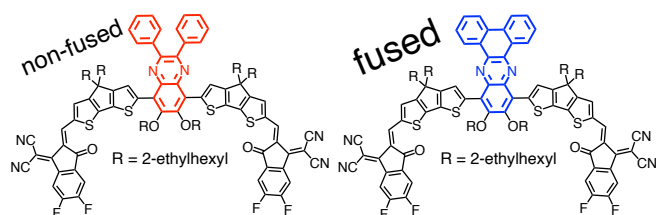
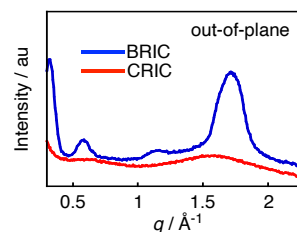

図 1 CRIC (左) と BRIC (右) の構造
図 2 BRIC、CRIC の GIWAXS
電子不足コアユニット (A') としてキノキサリン (Qx) 骨格を用い、電子豊富ユニット (D) にジチエノシクロペンタジエン、末端電子不足ユニット (A) にジフルオロ化された 1,1-ジシアノメチレン-3-インダノンを含む新規 A-D-A'-D-A 型非縮環非フラレーンアクセプター CRIC および BRIC (図 1) を設計し、合成した。CRIC では、Qx の 2 位および 3 位がフェニル置換されており、BRIC ではその 2 つのフェニル基が縮環した構造を有する。CRIC および BRIC の薄膜は、ともに可視から近赤外領域に幅広い吸収帯を有し、近赤外領域に強い発光を示した。薄膜での吸収と発光スペクトルの交点から見積もられる光学バンドギャップは、CRIC が 1.50 eV、BRIC が 1.48 eV であり、コアユニットの縮環の有無による大きな違いはないことがわかった。また、CRIC 薄膜の微小角入射広角 X 線散乱 (GIWAXS) 測定を行ったところ、面外方向における face-on 配向に由来する (010) 面のブロードなピークが 1.56 Å^{-1} (面間隔 4.03 Å) に観察された。一方で BRIC 薄膜はよりシャープなピークを 1.72 Å^{-1} (面間隔 3.65 Å) に示した (図 2)。BRIC コアユニットの高い平面性により分子間相互作用が強くなったことで、face-on 配向性が高くなり、面間距離が短くなったと考えられる。